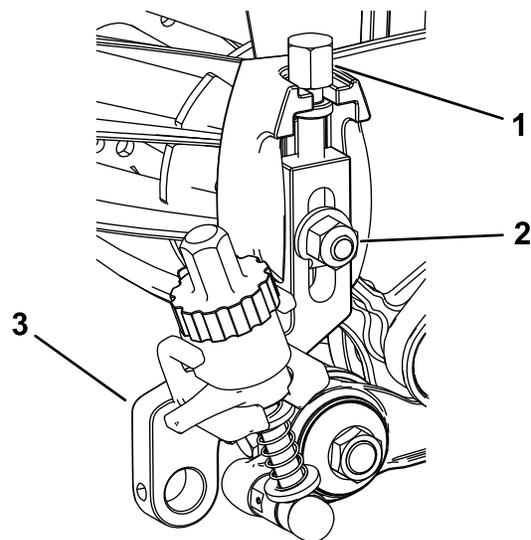

Figure 18
1. Vissez les vis de réglage de hauteur de coupe retirées précédemment au sommet des ensembles de hauteur de coupe (Figure 18).
2. Montez les ensembles de hauteur de coupe sur les plaques latérales de l'unité de coupe à l'aide du boulon de charrue, de l'écrou et de la rondelle spéciale retirés précédemment (Figure 18).